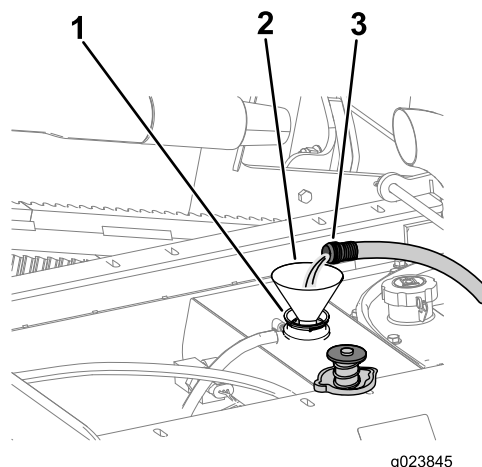

Figure 113
- B. Remplissez le radiateur d'eau propre (Figure 113).